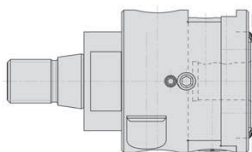

Figure 1
- Côté machine, l'outil d'alésage de finition est équipé d'un Walter Capto™ et d'un point de raccord Walter T45 et sa **conception est monobloc** (figure 1)